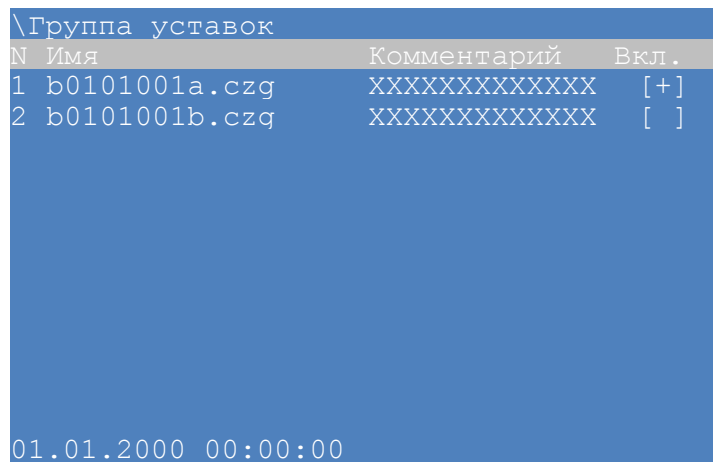

Рисунок 45 – Содержимое пункта меню **Группы уставок**
2.7.2.8.4 Группы уставок (пункт меню **Параметры -> Системные параметры -> Группы уставок**) (см. рисунок 45)